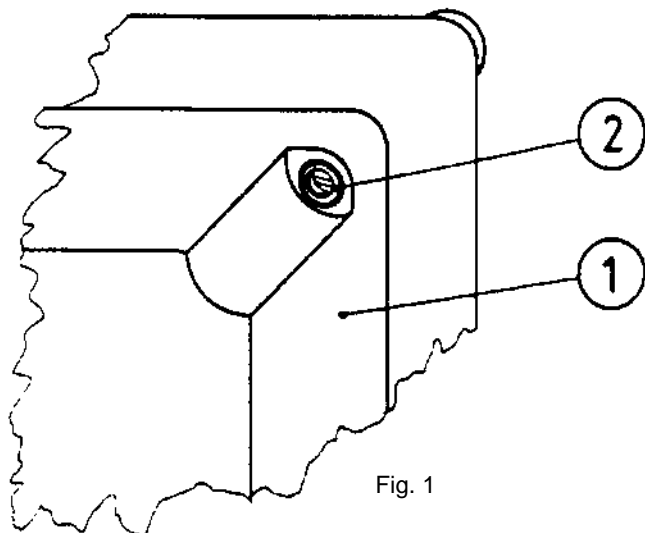

Fig. 1
- Retirer le couvercle transparent rep : 1 du coffret après avoir dévissé les 4 vis rep : 2 (fig. 1).